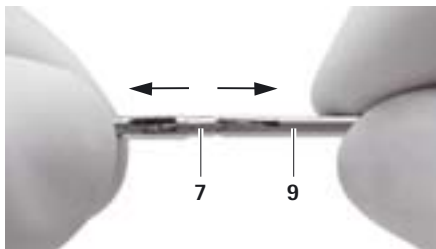

Fig. 4
- Retirer le tube intérieur 9 de l'insert de travail 7, voir Fig. 4.